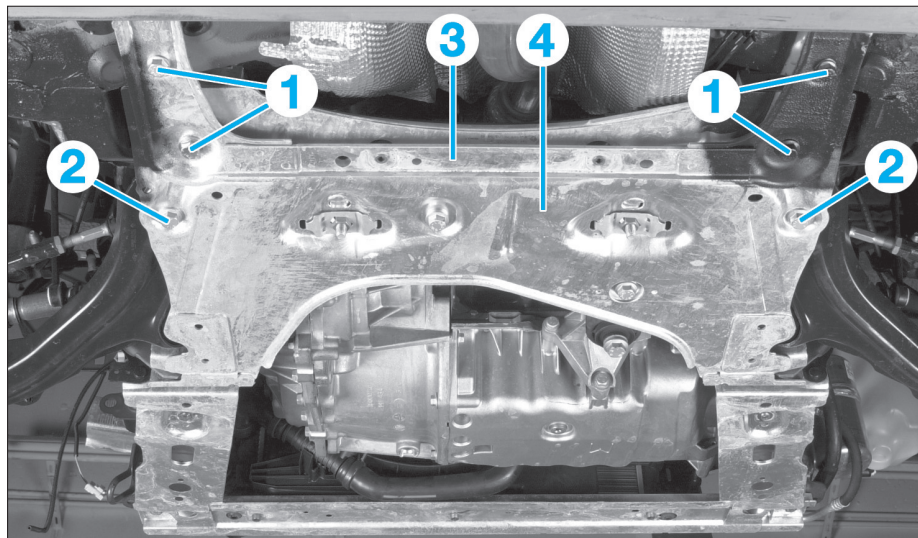

FIG. 7
- les vis de fixation (1) de la traverse arrière (Fig.7).